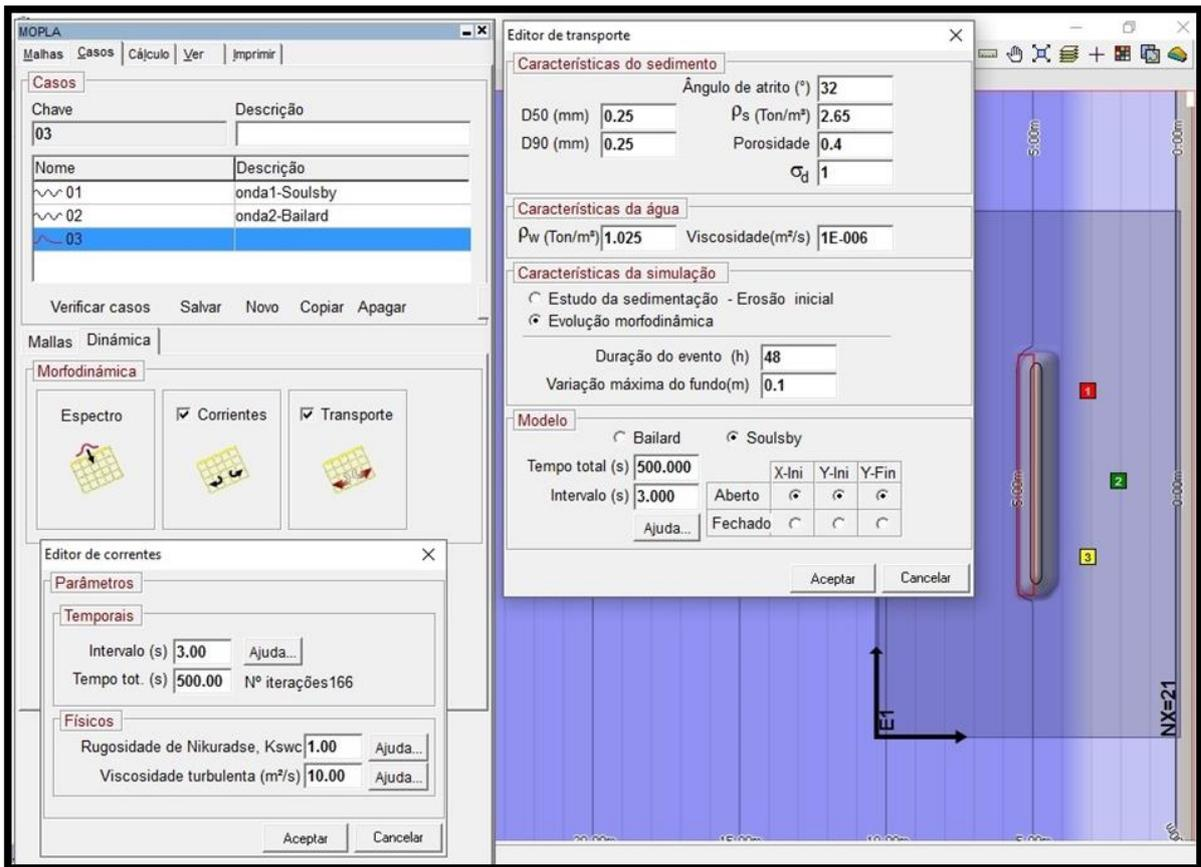

Figura 18 – Definição dos parâmetros de correntes e transporte de sedimento.
36) Na subaba "Dinâmica", ativar “Correntes” e clicar no botão correspondente (Figura 18). Aparecerá o “Editor de correntes”, onde serão definidos os parâmetros da seguinte maneira:
37) Na subaba "Dinâmica", ativar "Transporte" e clicar no botão correspondente, onde serão definidos os parâmetros da seguinte maneira (Figura 18):